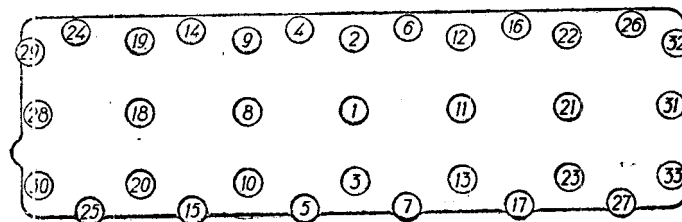

Рис. 2. Порядок затяжки гаек головки цилиндров.
7. После 250 и 500 км пробега подтянуть гайки шпилек крепления головки блока двигателя, соблюдая порядок затяжки, указанный на рис. 2. Эту операцию надо делать специальным ключом (прилагаемым к машине), без рывков и только при холодном двигателе.